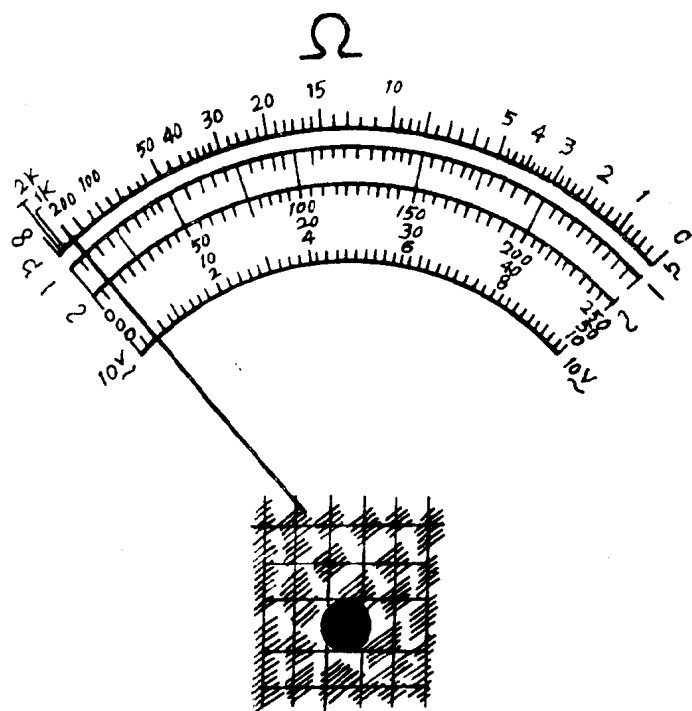
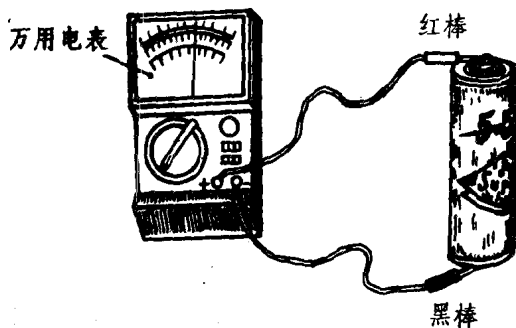

图 5 万用电表标度盘
图 6 电池电压的测量
在修理石英钟过程中，万用电表是必需的仪器（见图5、图6）。它主要用于测量电池、电阻、电容、线圈及晶体管等元件，以及通过测量电压判断有无脉冲信号输出和电路的阻抗、电路的导通等情况，从而确定电路中的元件是否正常或损坏。
(1) 万用电表的构造 万用电表主要由表头、测量线路和转换开关等部分组成。表头用作指示被测量的数值；测量线路可将被测量的电阻、电压及电流转换到适合表头测量的直流微小电流；转换开关是实现对不同要求的测量选择，以适应各种测量的要求。在万用表的正面板上，刻有多条标度尺的标度盘，有转换开关的旋钮，有调指针到零点的调节螺钉，有供测量用的表笔插孔（或接线柱）。各种型号万用表的板面布置大致相同，使用方法也基本一致。
(2) 万用电表使用方法 图5为万用电表的标度盘。使用前，要把万用表的指针调到刻度左端的零位上（可调节零点调节螺钉使其达到零位），然后再将万用表附有红、黑两支表笔的一端，分别以红表笔的一端插入“+”号插孔
因为电池电压是直流电压，不是交流电压，应将转换开关旋至标有“V”的直流电压5V量程档（若有2.5V档也可用），红表笔接电池正极（+），黑表笔接负极（-）。测量电池时，要注意在1秒钟内测定完毕，尽量做到一次测好。因为测得太慢，电池内部消耗太大。电池测量方法见图6。